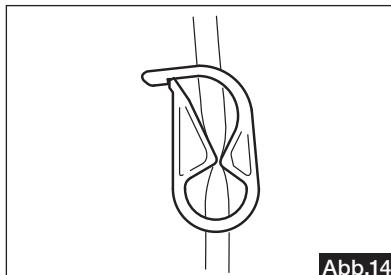

Abb.14
- Schließen Sie die Schlauchschelle, die sich zwischen Kühlmittelschlauchnadel und Kühlmittelpumpe befindet (Abb. 14).